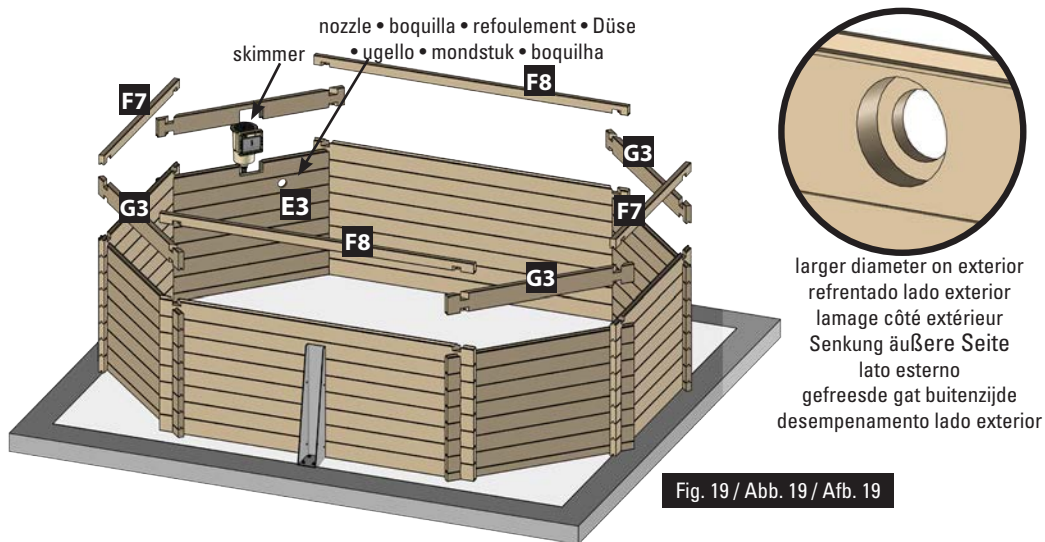

Fig. 19 / Abb. 19 / Afb. 19
- EN Skimmer:** • Place the specific boards of the skimmer facing the prevailing winds. Boards (C3) and (D3) will always be placed over a panel starting by board (B3) (figure 19). • The skimmer will not be stable until the pool is filled. *The skimmer (with its flap) is fitted as the same time as the finishing board.*
- FR Skimmer:** • Placez les madriers spécifiques au skimmer face aux vents dominants. Les madriers (C3) et (D3) se positionnent toujours sur un pan commençant par un madrier (B3) (figure 19). • Tant que le bassin n'est pas rempli, le skimmer ne sera pas stable. *Le skimmer (avec son volet) s'emboîte en même temps que le madrier de finition.*
- NL Skimmer:** • Plaats de planken die specifiek voor de skimmer zijn met het gezicht op de overheersende windrichting. De planken (C3) en (D3) worden altijd op een paneel geplaatst en er wordt begonnen met plank (B3) (afbeelding 19). • Zolang het zwembad niet is gevuld, zal de skimmer niet stabiel zijn. *De skimmer (samen met zijn afsluiter) wordt op het zelfde moment ertussen gezet als de plank voor de afwerking.*